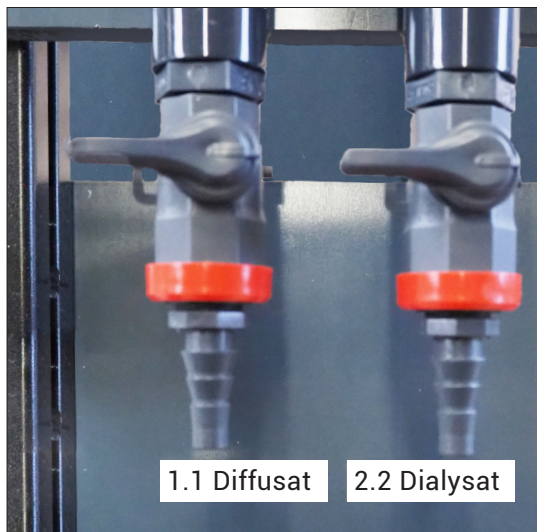

Abbildung 4: Probenentnahmestellen
- a. Geeignetes Probenahmegefäß unter den Probegahn halten (siehe Abbildung 4).